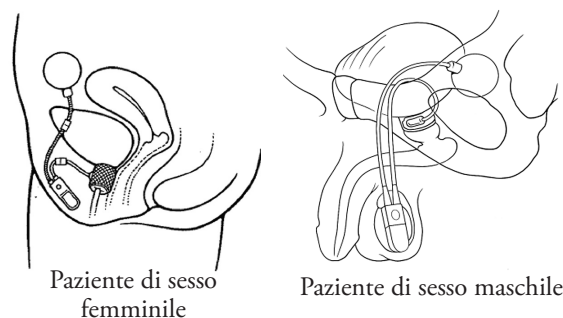

Figura 4-24.
1. Per dare inizio alla procedura, eseguire un'incisione sovrapubica e una dissezione intorno al collo vescicale. **(Figura 4-24)**